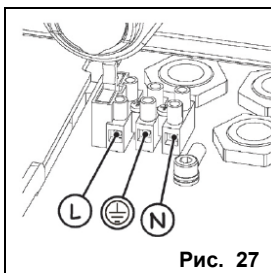

Рис. 27
- ➡ Кабель питания 230/115 В перем. тока подключить согласно схеме на рис. 27